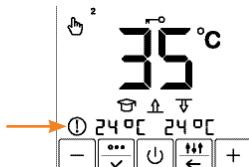

Abb. 14 / Fig. 14 / fig. 14
Der Thermostat überwacht kontinuierlich den Betrieb des Heizsystems. Wenn die eingestellte Temperatur innerhalb von 4 Stunden nicht erreicht werden konnte erscheint die Fehlermeldung ① auf dem Display (Abbildung 14).
The thermostat continuously monitors the operation of the heating system. If the heating system cannot warm up the surface to the set temperature within 4 hours, the corresponding information appears on the display ① (Figure 14).
Le thermostat surveille en permanence le fonctionnement du système de chauffage. Si le système de chauffage ne peut pas réchauffer la surface à la température réglée dans les 4 heures, l'information correspondante apparaît sur l'écran ① (figure 14).